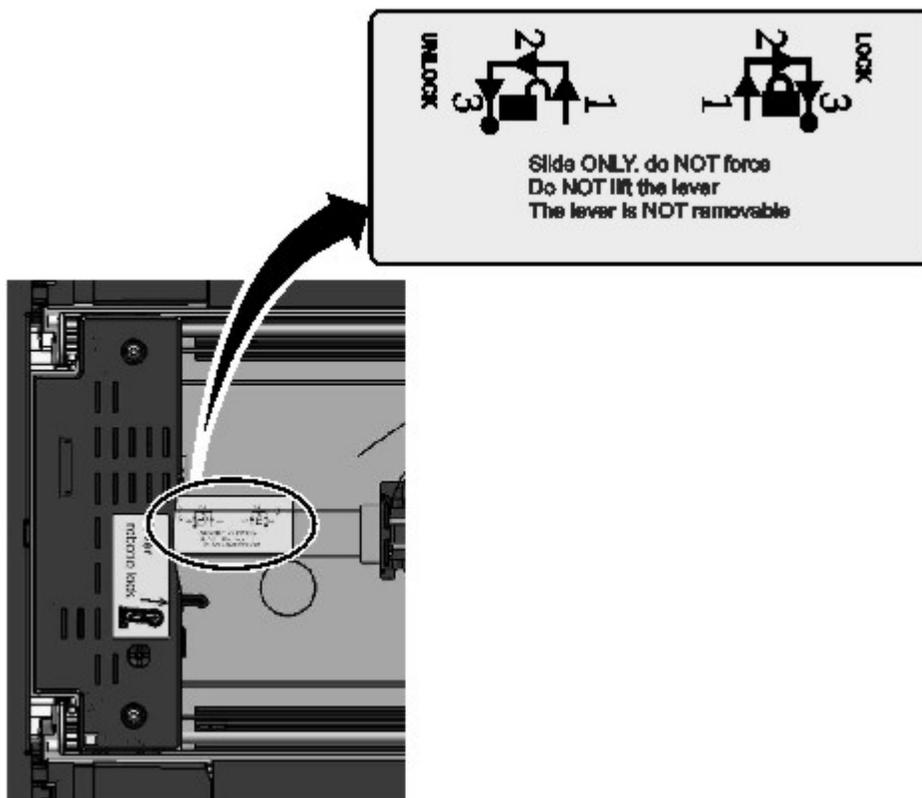

Figure 71. Déverrouillage du robot
10. Déverrouillez le levier et mettez le manipulateur de côté. Voir Figure 71, à la page 155.